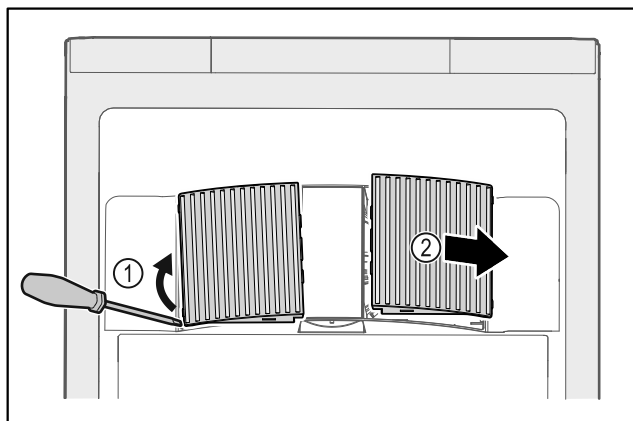

Fig. 201
- ▶ Abrir cuidadosamente las cubiertas del ventilador haciendo palanca por un lado Fig. 201 (1) y retirarlas hacia delante Fig. 201 (2).